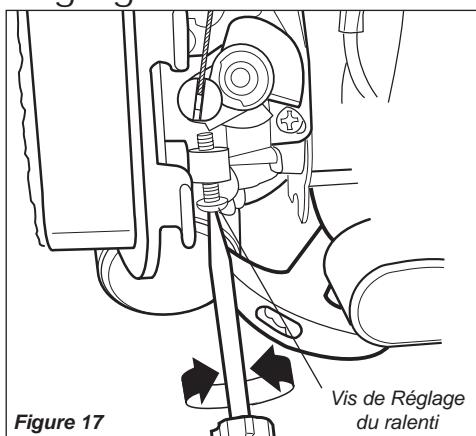

Figure 17
- Si l'accessoire de coupe tourne lorsque le moteur tourne au ralenti, réduire la vitesse de ralenti en tournant la vis de réglage du ralenti en sens antihoraire. Voir figure 17.